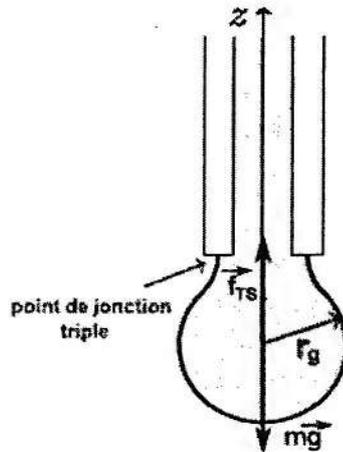

Figure 7 : Goutte en équilibre
- Réaliser le montage illustré à la figure 7 : fixer à l'envers cette pipette à la même pince que précédemment ; abaisser la pipette dans le bécher de 50 ml.